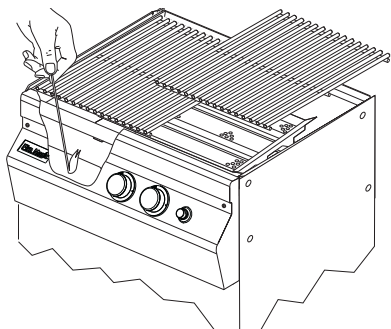

Fig. 14-3 - Éclairage manuel
**RAPPEL-VOUS:** POUR L'ÉCLAIRAGE MANUEL SÛR, PLACEZ Un ALLUMEUR BRÛLANT D'ALLUMETTE OU De BUTANE PRÈS Du BRÛLEUR - ALLUMEZ ALORS Le GAZ (voyez Fig. 14-3).
2. Insérez un allumeur brûlant de butane de long-baril, une allumette brûlante de long-tige, ou une allumette brûlante tenue par un support de prolongation de fil (Fig. 14-2) par les grilles à cuire au brûleur (Fig. 14-3). Pour des backburners, tenez la flamme contre le matériel perforé du brûleur arrière. Pour des sideburners, tenez la flamme contre le brûleur.